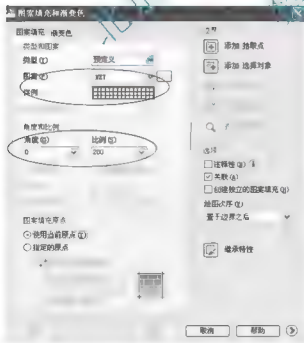

图 4.68 【图案填充和渐变色】对话框
② 单击【确定】按钮返回【图案填充和渐变色】对话框，【图案】文本框内显示为 NET，如图 4.68 所示。
③ 将【角度】设置为“0”，表示填充时不旋转填充图案；将【比例】设置为“200”，表示填充时将图案放大200倍。